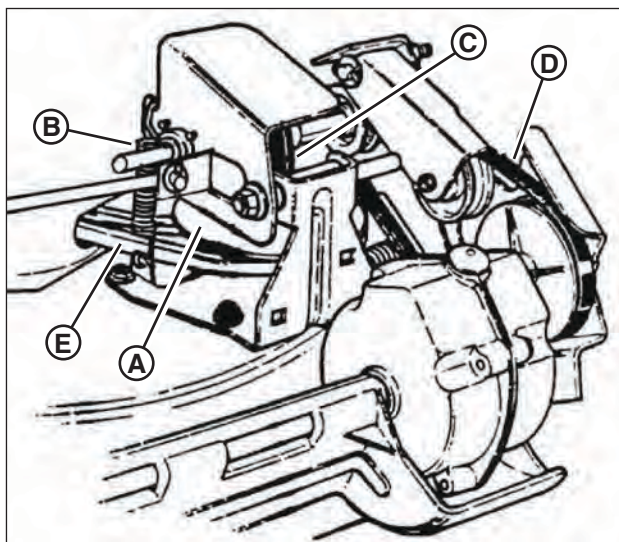

Figure 24 : Composants des roues motrices
1. Graisse sur le disque d'entraînement (A, Figure 24) qui cause un glissement.
2. Ressort d'entraînement brisé ou décroché (B).
3. Disque entraîné (C) désajusté.
5. Courroie Poly-V usée (D) ou courroie d'entraînement du moteur usée (E).